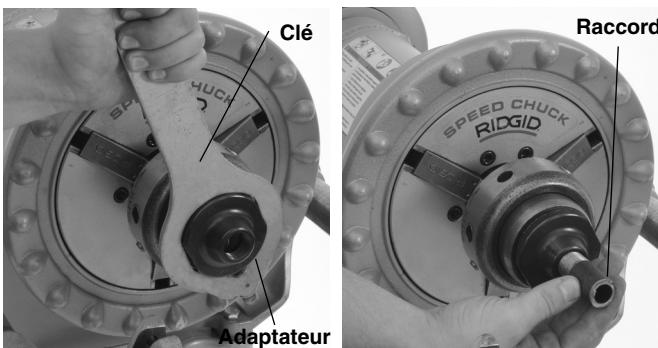

Figure 3 – Installation du mandrin à raccords et du raccord
- Installez l'adaptateur approprié, serrez-le avec la clé, puis retirez la clé (*Figure 3*).